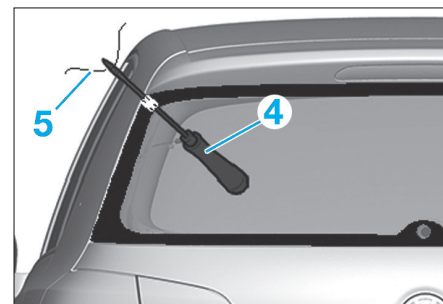
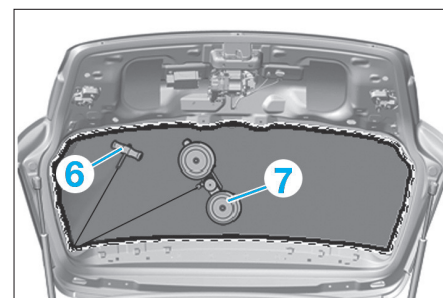
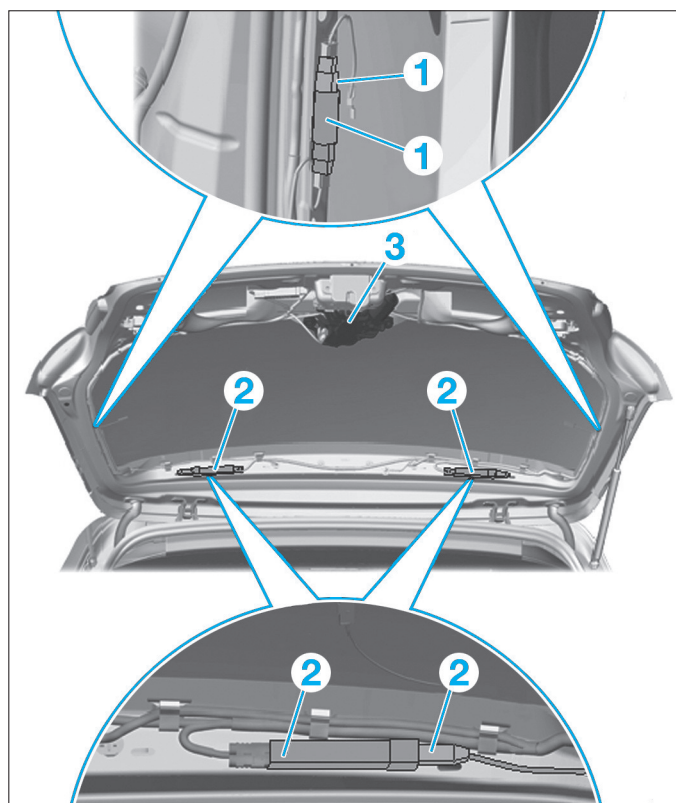

FIG. 8
FIG. 9
FIG. 7
- Débrancher les connecteurs (1) du dégivrage de glace arrière à droite et à gauche, puis les fixer sur la glace arrière au moyen de ruban adhésif (Fig.7).
- Selon l'équipement, débrancher les connecteurs d'antenne (2) et les fixer sur la glace au moyen de ruban adhésif.
- Déposer l'essuie-glace arrière ainsi que son moteur (3).
- Faire passer l'alène (4) à travers le cordon de colle (Fig.8).
- Tirer le fil tranchant (5) vers l'intérieur du véhicule en le faisant passer à travers le mastic-colle à l'aide de l'alène
- Placer son extrémité avec la poignée (6) afin de l'empêcher de la tirée vers l'extérieur (Fig.9).
- Mettre le fil tranchant (5) en place autour de la lunette arrière et introduire également l'autre extrémité du fil tranchant dans l'habitacle.
- Attacher l'autre extrémité du fil tranchant (5) à la ventouse (7).